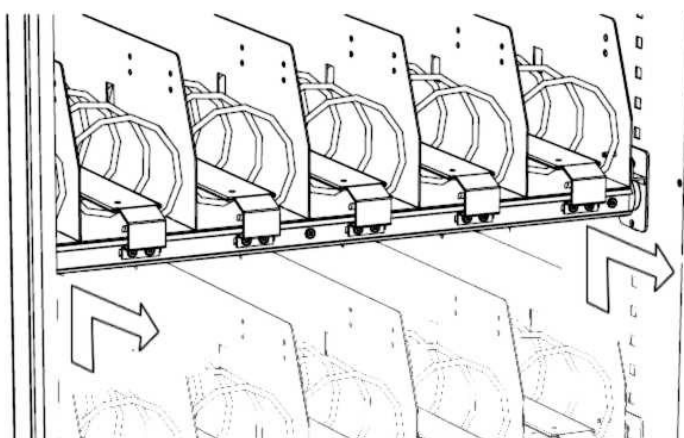
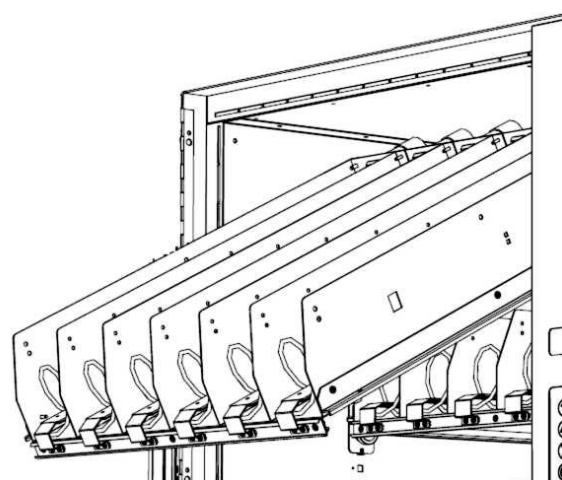

Figura 4.3
Figura 4.2
- Per estrarre il cassetto occorre inizialmente sollevarlo. Tirare quindi il cassetto verso l'esterno facendolo scorrere fino fine corsia (Figura 4.3). Il cassetto si bloccherà in una posizione stabile, adatta al caricamento dei prodotti. I tre cassettei superiori si fermano in posizione inclinata, per facilitare il carico dei prodotti (Figura 4.2).